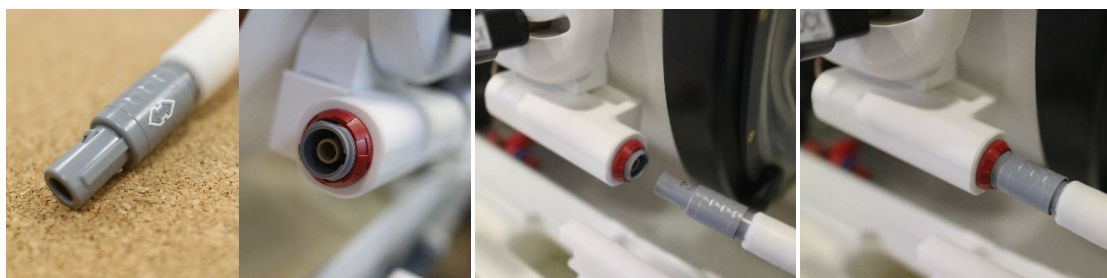

Figura 1-24: Conector de la bobina que se conecta a la toma del conector de la bobina (solo con fines ilustrativos)
- Inserte los adaptadores en los orificios de fijación previstos de los postes y la barra desde el lado interno del marco (consulte la **Figura 1-24**).